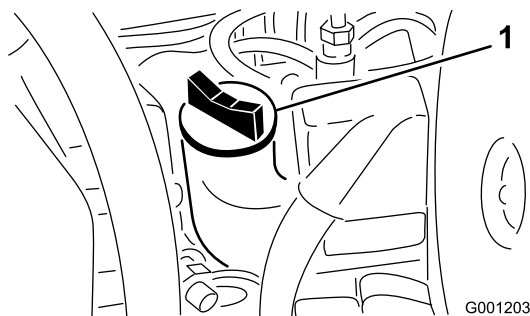

Bild 48
4. Wenn der Ölstand unter der VOLL-Markierung liegt, nehmen Sie den Fülldeckel ab (Bild 48) und gießen Sie genug Öl ein, um den Ölstand bis zur VOLL-Markierung am Peilstab anzuheben. **Füllen Sie nicht zu viel ein..**